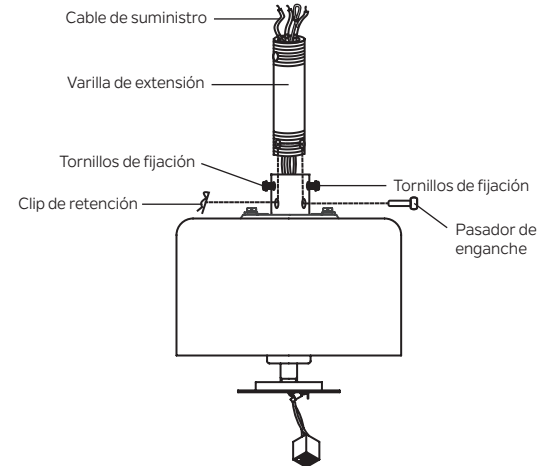

Figura 8
Paso 6. Afloje los dos tornillos de fijación y retire el pasador de enganche y el clip de retención del acoplamiento en la parte superior del conjunto del motor. (Figura 8)
A continuación, reemplace el pasador de enganche y el clip de retención. Apriete ambos tornillos de fijación. (Figura 8)